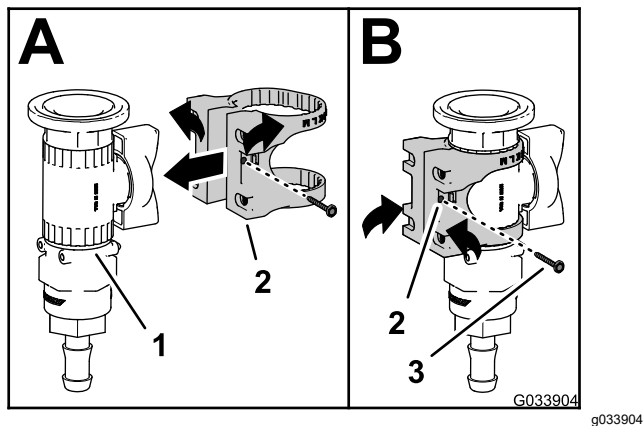

Figura 27
1. Montate il supporto della valvola sulla valvola di regolazione, come illustrato in A di Figura 27.
2. Fissate il supporto della valvola alla valvola di regolazione con la vite a testa flangiata (n. 6) e serrate manualmente la vite (B di Figura 27).